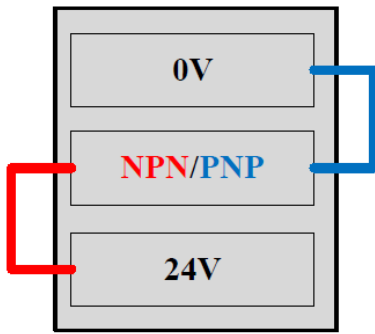
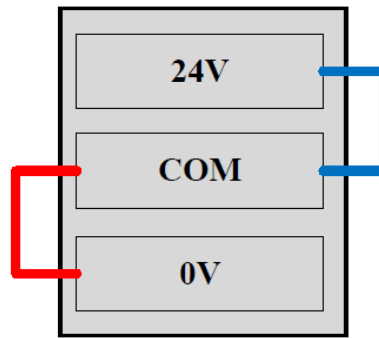

图 2-13: NPN/PNP 配置接口连接方式
图 2-14: COM 接口连接方式
- NPN → 连接至 24V 端口（参考图 2-13 中红色连接线）
- COM 口 → 连接至 0V 接口（参考图 2-14 中红色连接线）
- PNP → 连接至 0V 端口（参考图 2-13 中蓝色连接线）
- COM 口 → 连接至 24V 接口（参考图 2-14 中蓝色连接线）
请严格按照图 2-13至图 2-14所示方式正确连接端子，确保 COM 端的连接与相应的 NPN 或 PNP 信号配置相匹配。系统会自动检测 NPN、PNP 配置是否与 COM 端口连接相匹配，若连接缺失或连接错误，则会触发安全系统报警，如图 2-16至图 2-15所示。